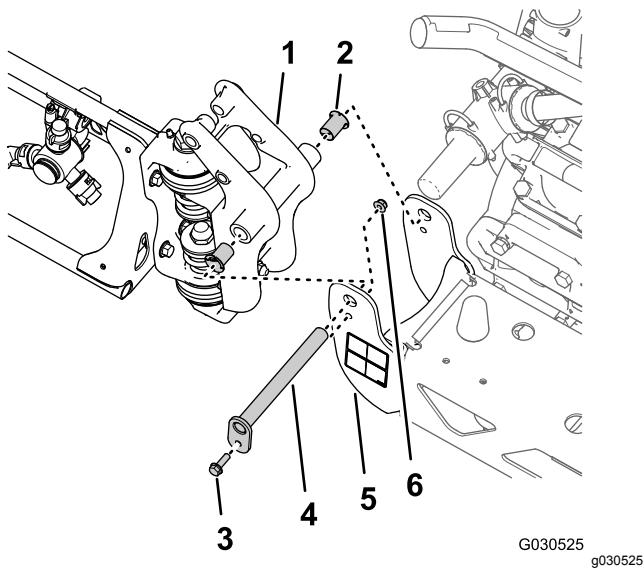

Figure 40
- Retirez le boulon à embase (5/16 x 1") et le contre-écrou à embase (5/16") qui fixent l'axe de pivot au support de pivot (Figure 40)
- Retirez l'axe de pivot du support de pivot de la section de pulvérisation centrale et la fixation de pivot de la section de pulvérisation extérieure (Figure 40).
- Séparez la section de pulvérisation extérieure de la section de pulvérisation centrale et déposez la section extérieure de la machine (Figure 40).
- Retirez les 2 bagues à embase en nylon de la fixation de pivot de la section de pulvérisation extérieure (Figure 40).